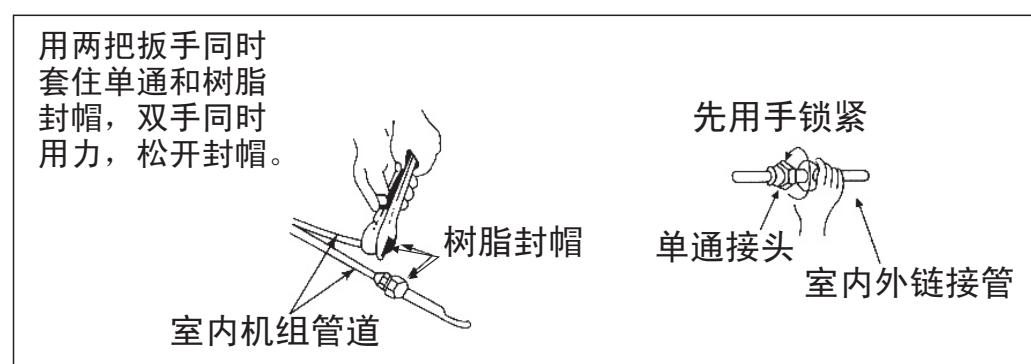

图33
(1) 将树脂封帽拆开，如图33所示。
(2) 连接时，应在单通螺牙及管的喇叭口上涂少许冷冻润滑油，以防螺牙损坏，且按图33所示对准管道拧紧。